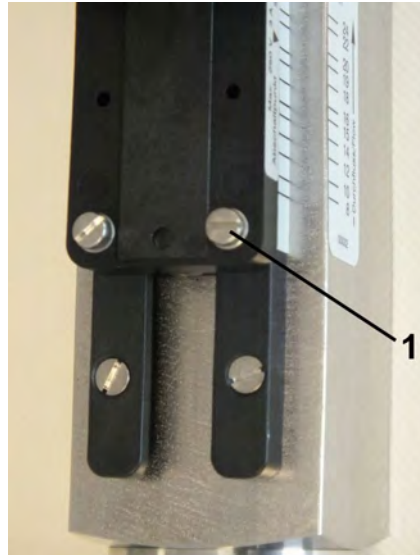

Abb. 34: Feststellschrauben lösen
1. Die Feststellschrauben des Schaltkontaktes (Abb. 34/1) mit einem Schlitzschraubendreher lösen.
3. ▶ Feststellschrauben des Schaltkontaktes (Abb. 34/1) mit einem Schlitzschraubendreher wieder anziehen. Dabei Schrauben-Anziehdrehmoment beachten.